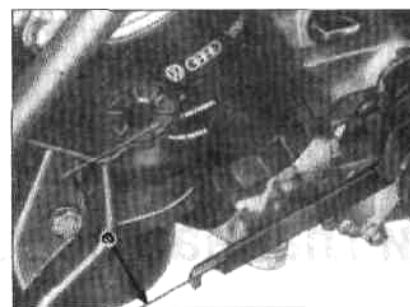

Рис. 5.10 Установочный размер отжимного рычага (Глава 6)
лях с четырехступенчатой (014) и пятиступенчатой (013) коробкой передач, перед сжатием болта впрессуйте резиновую втулку в вал тяги, пока она не будет выступать приблизительно на 18 мм (фото). Если устанавливается новый отжимной рычаг, расположите его на валу, как показано на рис. 5.10 (фото). Покройте все рабочие поверхности подшипника высокотемпературным смазочным материалом, кроме пластиковой направляющей втулки.